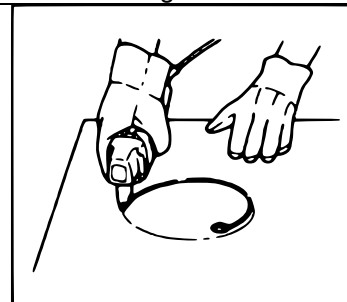

Figure 9
- **Découpe (Fig. 9) :** Vous réalisez les découpes en perforant d'abord un trou rond d'un diamètre supérieur à 21 mm, dans lequel la tête de coupe est insérée.